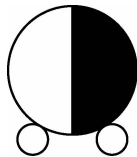

图 3-47 防爆式移动变电所
**练习:** 利用“图案填充”等命令,按图 3-47 所示绘制防爆式移动变电所。